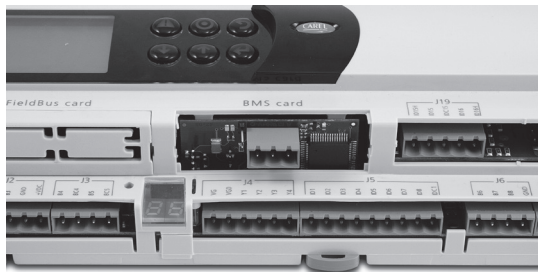

Fig. 3
3. Inserire la scheda opzionale nel corrispondente connettore a pettine, assicurandosi che la scheda sia ben inserita e a contatto dei due appoggi posti sul contenitore pCO (vedi Fig. 3).
3. Insert the optional board in the corresponding plug-in connector, making sure that the board is properly fitted and rests against the two plastic supports on the pCO case (see Fig. 3).